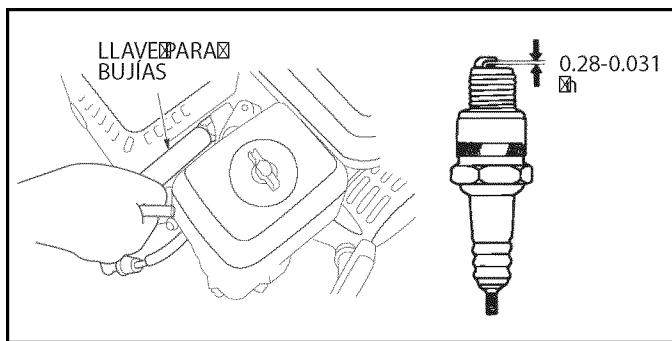

Figura 6-9. Sustitución de la bujía
2. Retire e inspeccione la bujía (Figura 6-9).